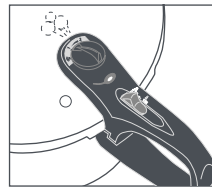
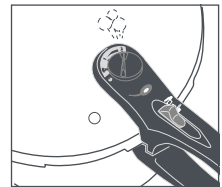
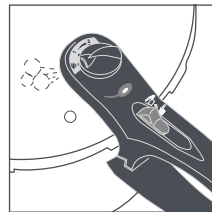
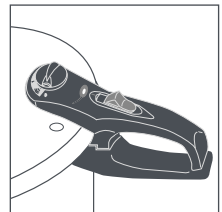

Fig. 3
Fig. 4
Fig. 5
Fig. 6
Válvula reguladora de pressão (3) (modelos Duo e Rapid Xpress). Mantém a pressão estável no interior da panela. A válvula reguladora de pressão (3) dispõe de 2 níveis de pressão (posições 1 e 2). Na posição 1 (Fig. 3), a válvula reguladora de pressão (3) funciona a 60 kPa (cozinha rápida) e na posição 2 (Fig. 4) funciona a 100 kPa (cozinha super-rápida). Quando a panela atinge o nível de pressão selecionado, a intensidade da fonte de calor deve ser reduzida para uma regulação de potência média-baixa que permita manter uma pressão estável. A válvula reguladora de pressão (3) também dispõe de uma posição para libertar o calor de forma rápida (⊖) (Fig. 5) e outra posição para a remoção da própria válvula Φ (Fig. 6). Será notório que a válvula reguladora de pressão (3) não roda tão facilmente para a posição de extração Φ como para as outras posições.